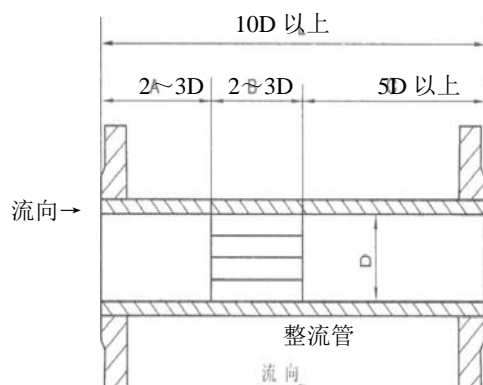

图 7-2
- 为了消除回流，流速分布不均匀和旋流的影响，可在上游装上整流器，（整流器的结构见图 7-2）此时流量传感器上游部分的直管长度 $L=10D$ 即可，若为 $15\sim 20D$ ，则测量精度可达到标定精度。